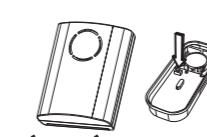

Figure 8
2) Pour effacer les codes, maintenez enfoncé le bouton « L » jusqu'à ce que le son « ding dong » retentisse. Ouvrez ensuite le boîtier du bouton-poussoir, appuyez sur le bouton à l'intérieur de l'émetteur et maintenez-le enfoncé pendant une ou deux secondes, tel qu'il est illustré à la figure 8.